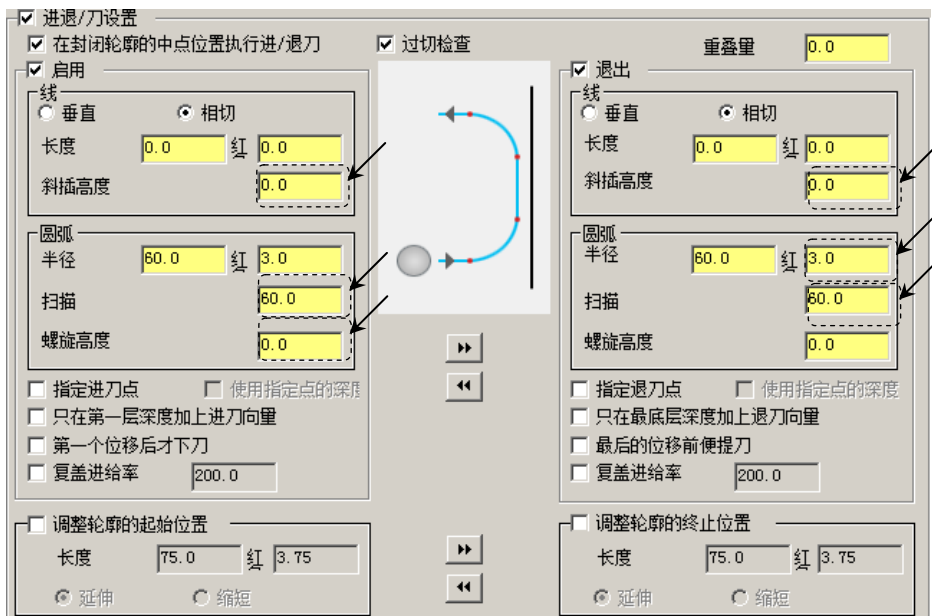

图 15.54 “进退/刀参数”参数设置界面
(1) 设置深度参数。在“2D 刀具路径-外形铣削”对话框的左侧节点列表中单击 **深度切削** 节点，取消选中 ☐ **深度切削** 复选框。
(2) 设置进退/刀参数。在“2D 刀具路径-外形铣削”对话框的左侧节点列表中单击 **进退/刀参数** 节点，设置图 15.54 所示的参数。